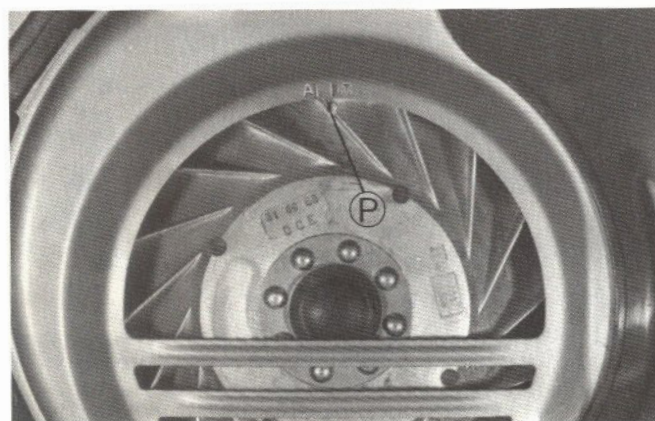

Fig. 31
2) - La corretta fasatura del motore è garantita quando, fra 2500 e 3000 giri del motore, il piolo «P» (fig. 31) risulta allineato, o discostato di  $\pm 1^\circ$ , rispetto alla corrispondente traccia (**I. T.** per Vespa PX125E - PX150E e **A** per Vespa PX200E) punzonata sul coperchio chiocciola.